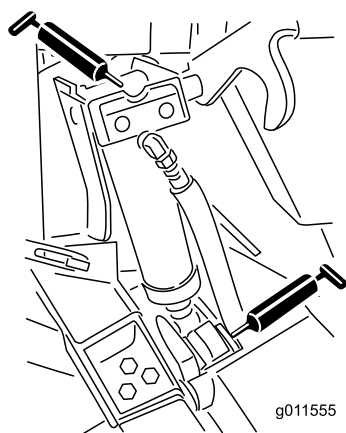

Figura 75
- 4 boccole del cilindro di sollevamento (Figura 75)